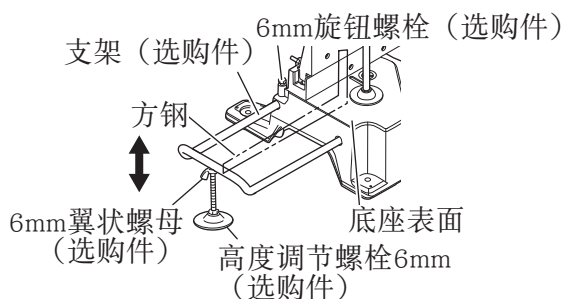

图28
#### (1) 如图28所示，使用方钢来对齐支架的上缘与底座面。